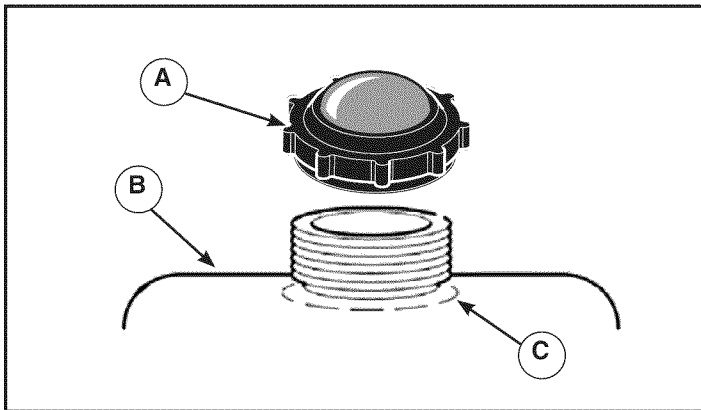

Figura 7
1. Limpie el área de la tapa del tanque de combustible. Retire la tapa del depósito de combustible (A, Figura 7). Consulte también la sección **Características y controles**.
2. Llene el depósito de combustible (B) con combustible. Para permitir que el combustible se expanda, no lleve el depósito por encima de la parte inferior del cuello del tanque de combustible (C).